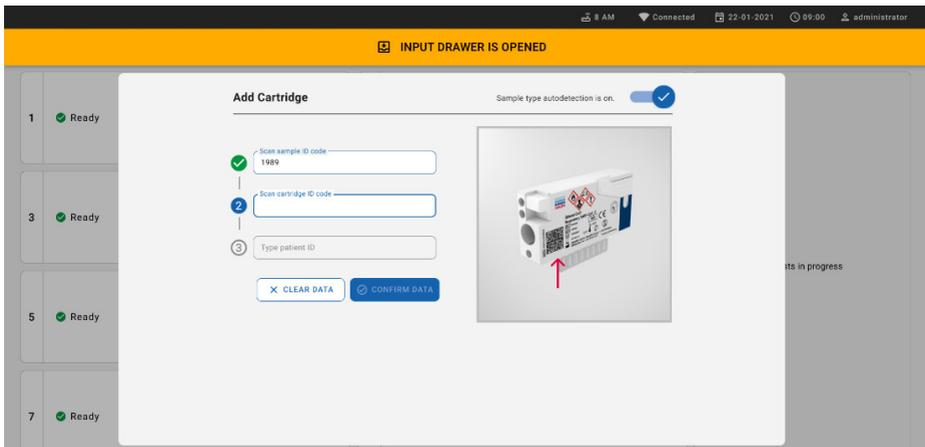

Figura 57. Pantalla Scan sample ID (Escaneo del ID del cartucho).
8. Tras introducir el código de barras de ID de muestra, escanee el código de barras del QIAstat-Dx Respiratory SARS-CoV-2 Panel Cartridge que se debe utilizar (la posición se indica con la flecha). El QIAstat-Dx Rise reconoce de forma automática el ensayo que se va a ejecutar, en función del código de barras del QIAstat-Dx Respiratory SARS-CoV-2 Panel Cartridge (figura 57).